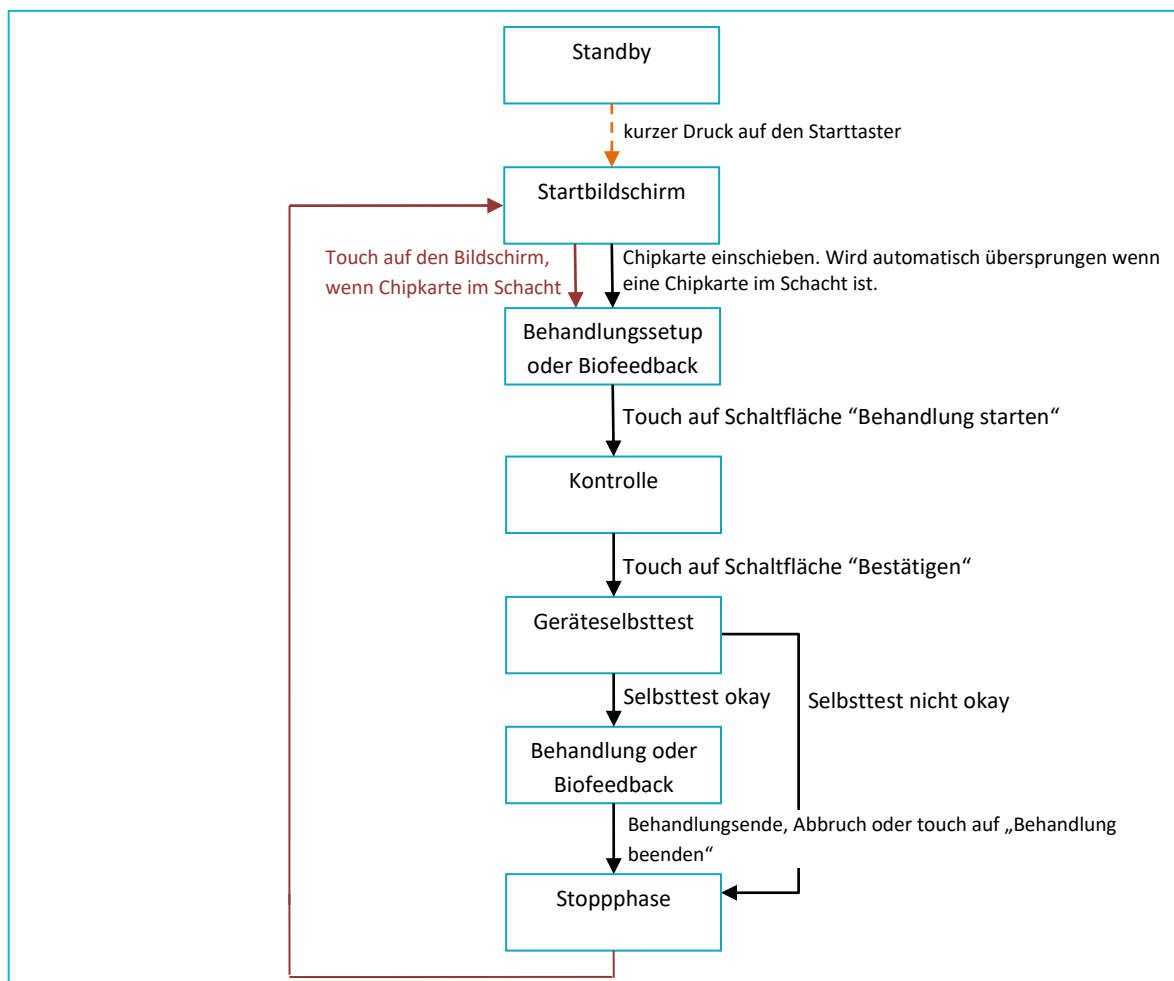

Bild 3:Übliche Menüstruktur von HYPOXcontrol
- (25) Das Menü von HYPOXcontrol ist sehr übersichtlich und sehr intuitiv aufgebaut. In Bild 3 ist die Übersicht der Menüstruktur für die übliche Bedienung des HYPOXcontrols abgebildet.